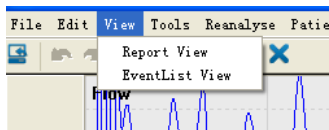
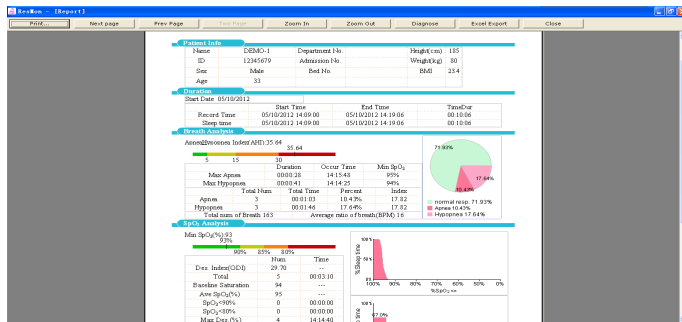

Figure 5.41
Figure 5.42
- 3) Il contient les options « Report View » (Affichage du rapport) et « EventList View » (Affichage de la liste des événements) dans le menu « Edit » (modifier). Comme le montre la Figure 5.41, le menu « Report View » sert à imprimer des rapports. Lorsque vous cliquez sur cette option, l'interface d'aperçu avant impression illustrée à la Figure 5.42 s'affiche, avec des fonctions telles que Zoom avant, Zoom arrière, Page suivante et Page précédente.